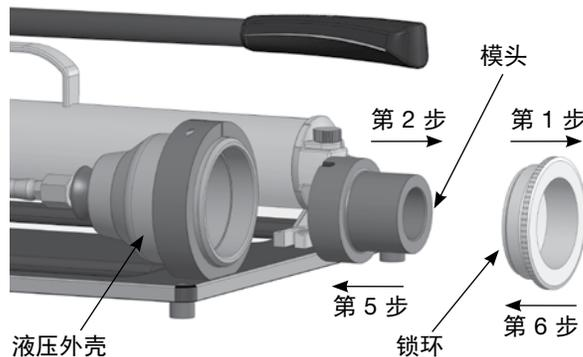

图 7 拆卸/安装本体模具
2. 从**液压外壳**上取下之前安装的**模头**。参见图 7。